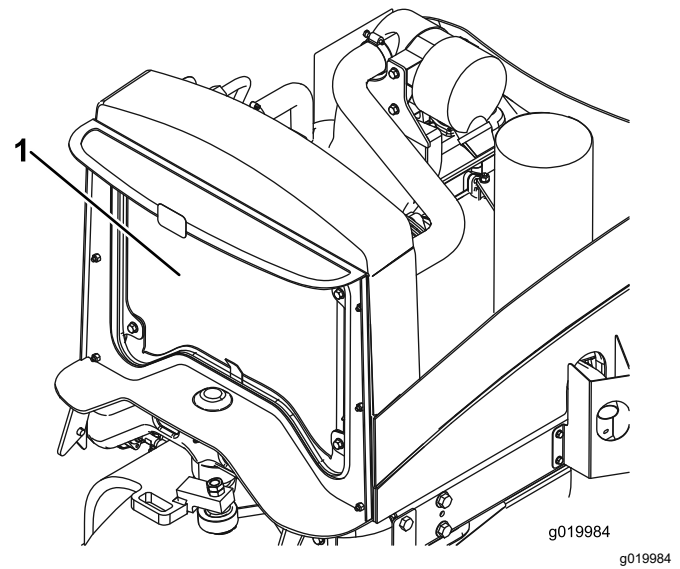

Figura 61
4. Limpie a fondo ambos lados del radiador con aire comprimido (Figura 61).